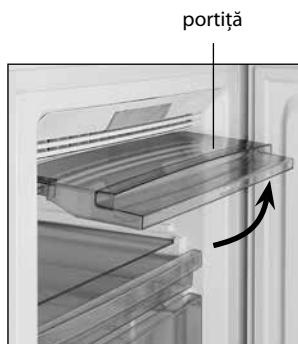

Figura 7
3.2 Pentru a încarca produsele pe raftul de sticlă de sus ridicați portița până la fixarea ei în poziție orizontală cum vedeți în figura 7.